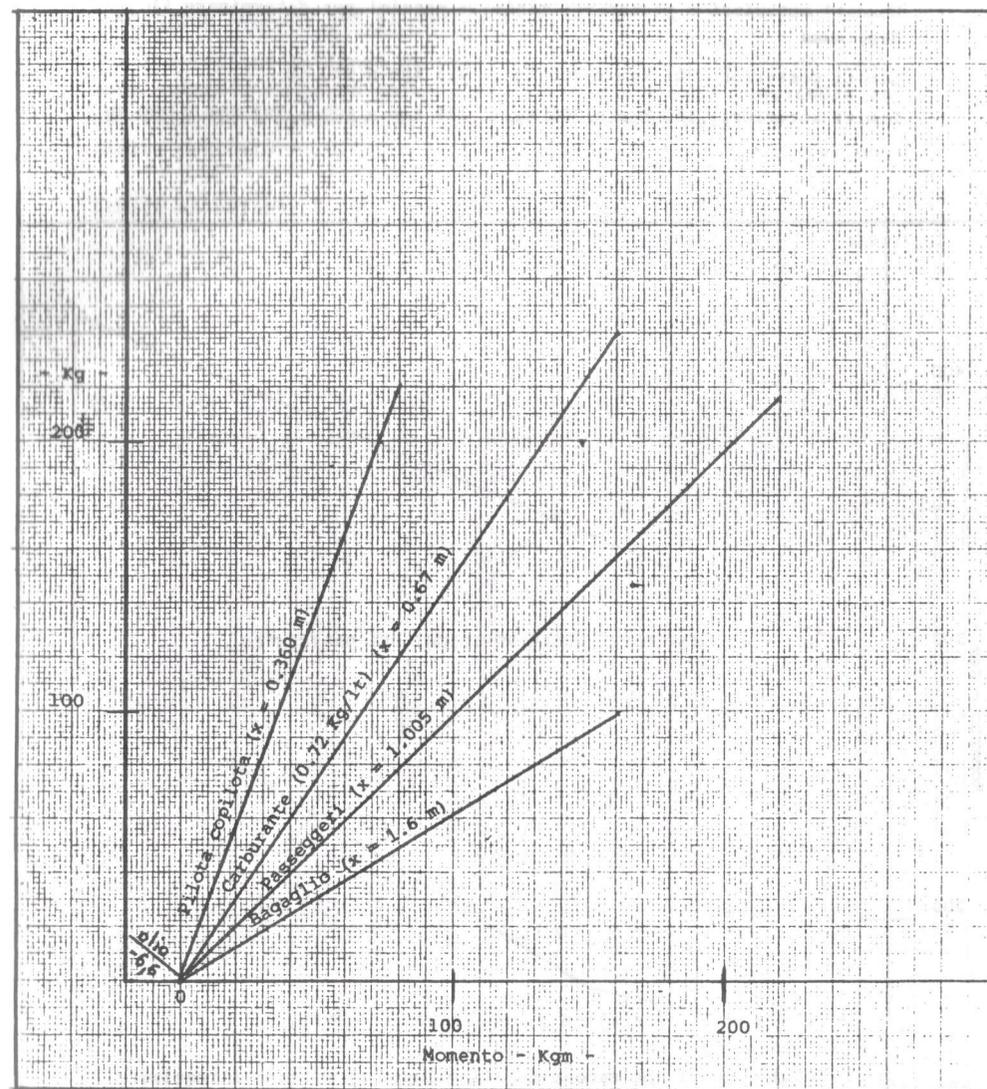

FIG. 18
- Per determinare il momento totale entrare nel diagramma con i singoli pesi e determinare i relativi momenti (FIG.18)